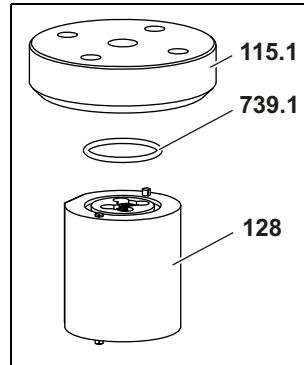

Abb. 2
2. O-Ringe **739.1** und **739.2** entfernen, siehe Abb. 2, Seite 31.